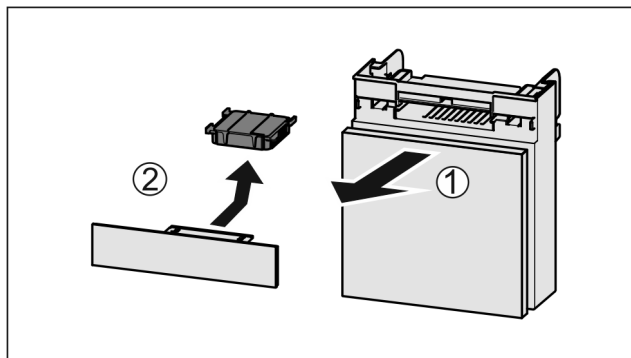

Fig. 66
- Vytiahnite zásuvku smerom dopredu Fig. 66 (1).
- Vyberte aktívny uhlíkový filter Fig. 66 (2).